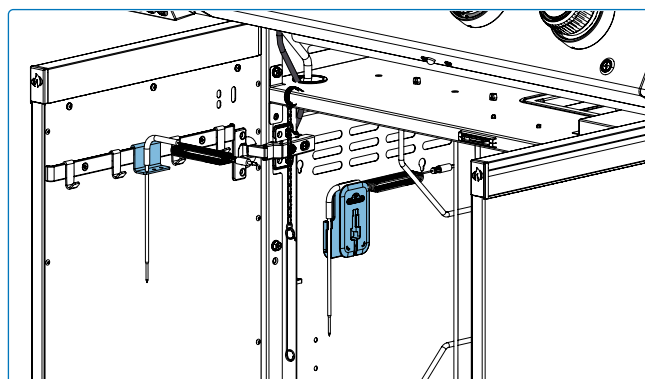

Fig. 10
- Guarde los componentes del asador en los clips designados dentro del armario del carrito y la varilla del asador en la parte posterior de la parrilla cuando no los utilice.. Esto los mantiene seguros, protegidos de la intemperie y fáciles de acceder para su próxima cocción. Siempre asegúrese de que las piezas estén limpias y secas antes de guardarlas para evitar la corrosión (**Fig. 10 & 11**).